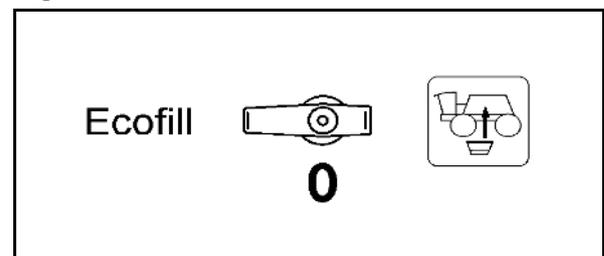

Fig. 73
- Tilleggsrøreverket må innstilles på justeringsventilen (Fig. 73/1).
Tilleggsrøreverket er slått av når justeringsventilen er i posisjon 0. Den høyeste røreytelsen oppnås i posisjon (Fig. 73/2).
Sikring for tappefunksjonen til trykkfilteret (Fig. 73/3).